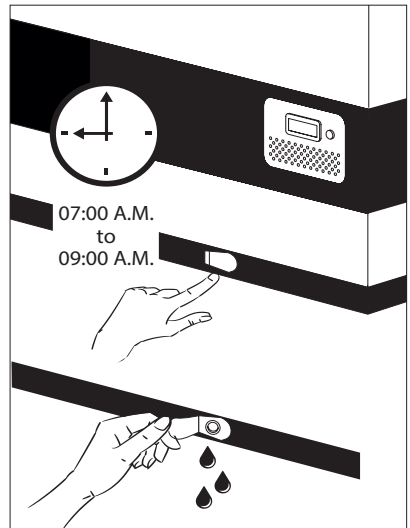

图 10
1. 关闭 ON/OFF 按钮断开电源。重要提示！仅关闭疫苗柜的电源。（见图 10）